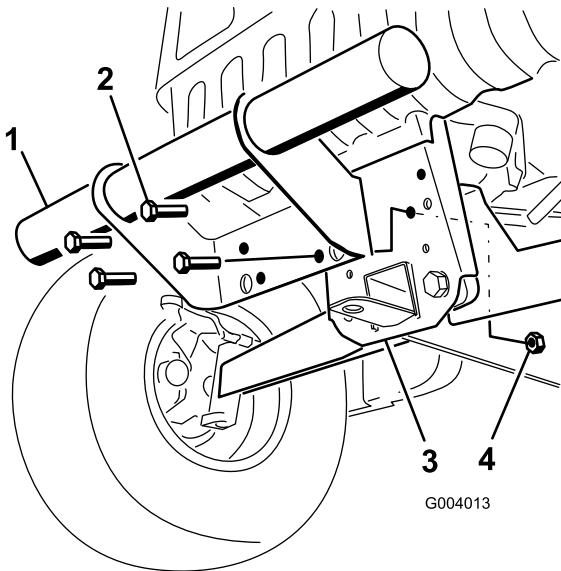

Figura 5
- Allineate i fori di montaggio e fissate il paraurti al telaio utilizzando i dispositivi di fissaggio tolti in precedenza (Figura 5).